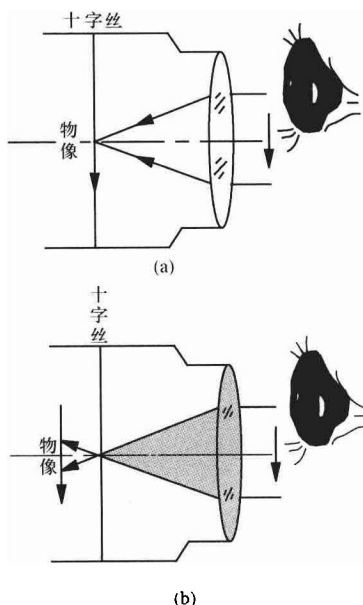

图 1-2
(3)用望远镜照准水准尺,并且消除视差。首先用望远镜对着明亮背景,转动目镜对光螺旋,使十字丝清晰可见。然后松动制动螺旋,转动望远镜,利用镜筒上的准星和照门照准水准尺,旋紧制动螺旋。再转动物镜对光螺旋,使尺像清晰。此时,如果眼睛上、下晃动,十字丝交点总是指在标尺物像的一个固定位置,即无视差现象,如图 1-2(a)所示。如果眼睛上、下晃动,十字丝横丝在标尺上错动就说明存在视差,即标尺物像没有呈现在十字丝平面上,如图 1-2(b)所示。若有视差,将影响读数的准确性。消除视差时要仔细进行物镜对光,使水准尺看得最清楚,这时如十字丝不清楚或出现重影,再旋转目镜对光螺旋,直至完全消除视差为止,最后利用微动螺旋使十字丝精确照准水准尺。